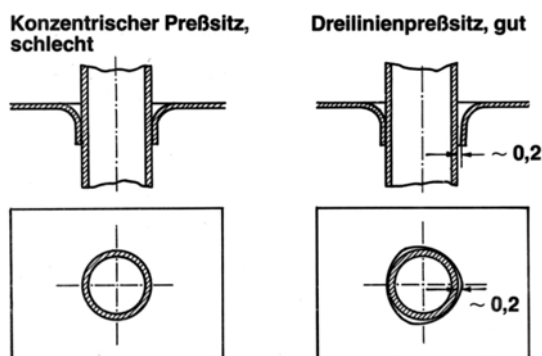
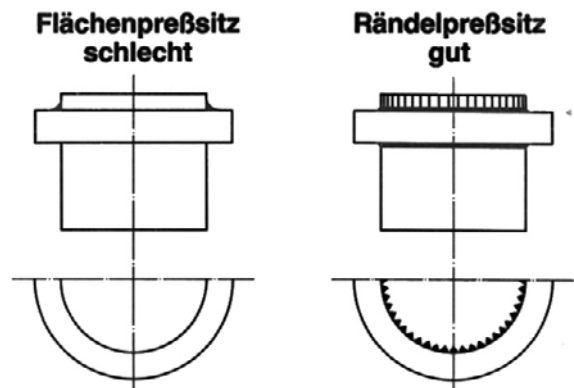

Bild 6: Löten verpresster Teile
Bild 7: Löten verpresster Teile
- Werkstücke möglichst selbstfixierend gestalten. Beim Löten an normaler Luft darf der Flächenpresssitz nicht angewendet werden, weil im Lötspalt zu wenig Flussmittel vorhanden ist, um die Spaltwände metallisch blank zu halten. Die Selbstfixierung der Teile kann durch einen Dreilinienspresssitz (siehe Bild 6) bzw. durch einen Rändelpresssitz (siehe Bild 7) erreicht werden.